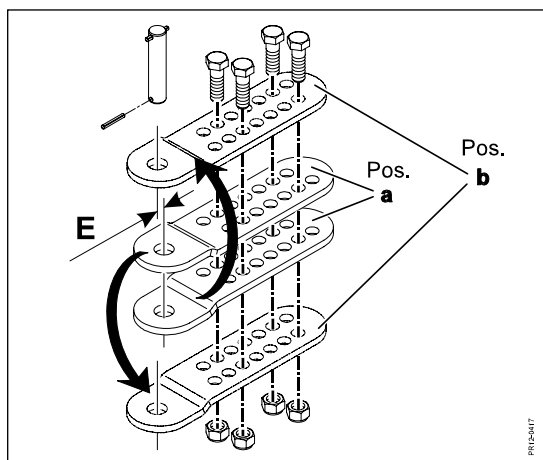

Fig. 3-10
Stublængden kan reguleres trinløst ved indstilling af skivebjælakens hældning samt indstillelige slæbesko. (Fig. 3-10)
- Fig. 3-10** Finjustering lader sig gøre ved at bytte om på øverste og nederste laske på svingcylinderen, dvs. at der skiftes fra pos. **a** til pos. **b**, eller omvendt (fra **b** til **a**). Herved halveres justeringsafstanden **E** fra spring på **30 mm** til spring på **15 mm**. Dvs. en fordobling af justeringsmulighederne.